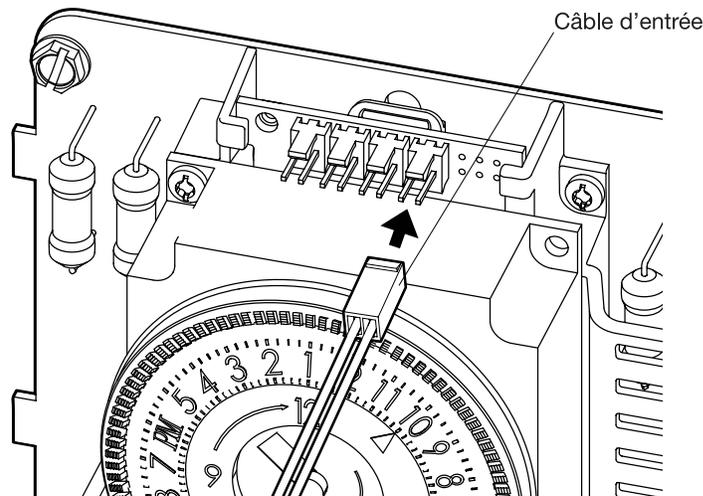

FIG. 3. Fixer le câble d'entrée
1. Raccorder le câble d'entrée au module ICUBE™ comme illustré à la FIG. 3. Il est possible d'insérer le câble d'entrée dans l'un des quatre connecteurs du module ICUBE™.